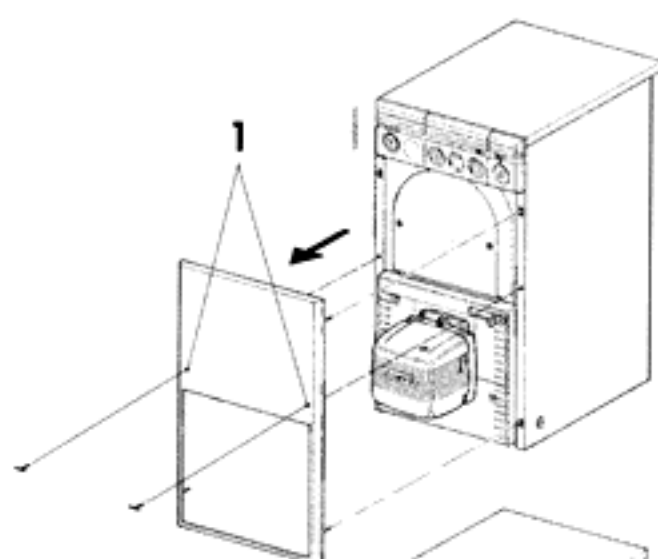

Fig. 14
- Retirer le panneau antérieur GATE isolé (Fig. 14);